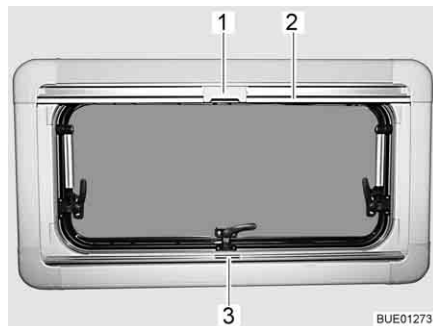

Bild 105 Överkantshängda fönster
- Ta tag i mitten på plisségardinens list (Bild 105,3) och drag den nerifrån och uppåt och släpp den vid önskad höjd. Plisségardinen stannar på denna höjd.
- Drag, med listen, (Bild 105,2) ner insektsnätet tills listen stöter mot plisségardinen (Bild 105,3).
- Lås fast insektsnätets spärr (Bild 105,1) på plisségardinens list.
- Tryck spärr (Bild 105,1) upptill på insektsnätet bakåt.
- För långsamt tillbaka insektsnätet med listen (Bild 105,2).